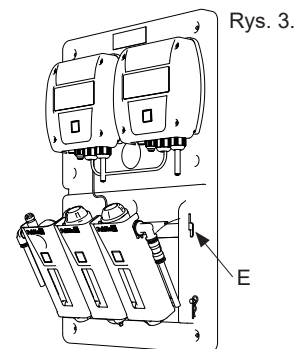

Rys. 2.
Aby zminimalizować ryzyko korozji, wszystkie urządzenia dozujące powinny zostać umieszczone za pozostałymi urządzeniami. Punkty dozujące dla ciekłego kwasu i chloru powinny znajdować się w układzie cyrkulacji tak daleko od siebie jak to tylko możliwe – co najmniej 500 mm. DOZOWANIE CHLORU ZAWSZE POWINNO ODBYWAĆ SIĘ JAKO OSTATNIE – patrz Rys. 2.
7. **Wlot A:** Zainstalować wspornik filtra piaskowego na pompie obiegowej, od strony ciśnieniowej (patrz A Rys.2).
8. **Wylot B:** Zainstalować wspornik za wylotem przelewowym na pompie obiegowej basenu od strony ssania (patrz B rys. 2).
Poprowadzić wąż bezpośrednio do wylotu przelewowego (C, Rys. 2), komory wyrównawczej lub wylotu upustowego.
3. Naciśnij przycisk przepływu (J) na każdym kontrolerze. (Jeśli występują dwa kontrolery, należy to wykonać na lewym kontrolerze).
4. Wyreguluj przepływ za pomocą śruby do regulacji przepływu (L). Diody 1 powinny mieć zapalone 4 lampki. Upewnij się, że przepływ przechodzi przez moduły (wyświetlane w oknie (M)) i swobodnie przepływa przez węże.
5. Jeśli wąż spustowy jest zamontowany po stronie ssącej pompy (lub B – Rys. 2), zawór kulowy L2 (Rys. 7) należy otworzyć w 25-50% w celu uniknięcia wystąpienia próżni w modułach elektrod. Sprawdź i w razie potrzeby ponownie wyreguluj przepływ.
6. Diody obu kontrolerów migają lub świecą światłem ciągłym: Migająca dioda LED = tryb gotowości (tylko dla pomiaru). Światło ciągłe = tryb automatyczny (pomiar i dozowanie). Naciśnij przycisk (H), aby przełączyć urządzenie w tryb gotowości (tylko do pomiaru) na obu kontrolerach.